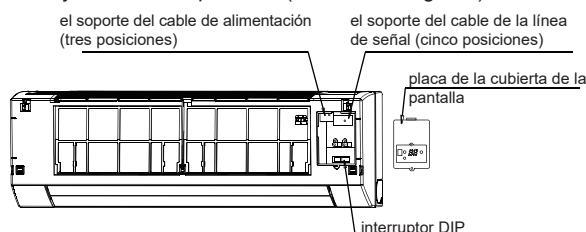

Fig.7-2
2. Conecte individualmente el cable de alimentación y la línea de señal, ajuste el interruptor DIP. (Consulte la Fig. 7-2)